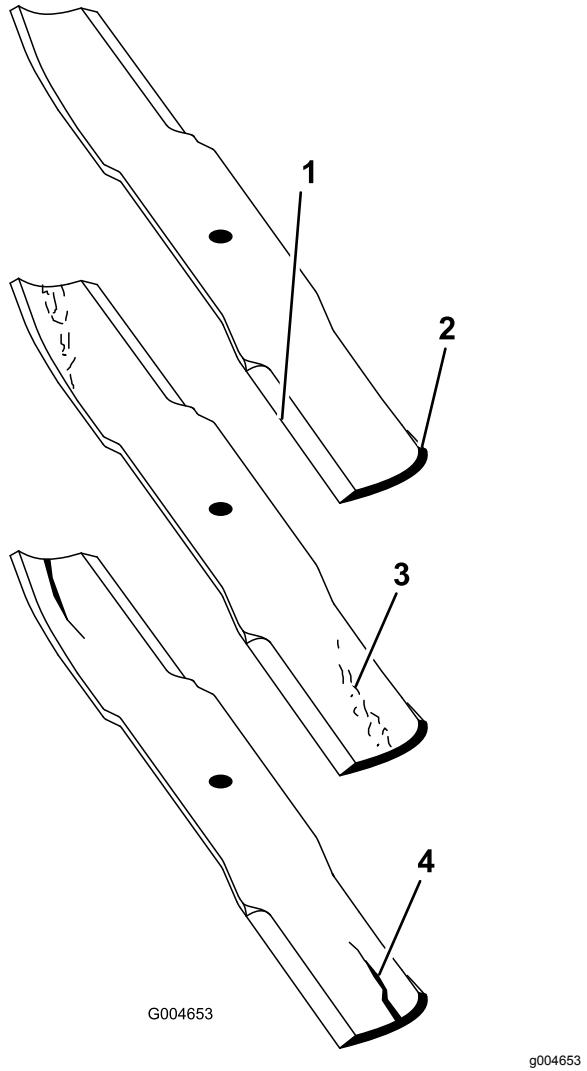

Figure 130
2. Examinez attentivement les tranchants de la lame, particulièrement au point de rencontre de la partie plane et de l'ailette (Figure 130).
**Remarque:** Le sable et les matières abrasives peuvent éroder le métal à cet endroit, c'est pourquoi il est important de contrôler l'état de la lame avant d'utiliser la tondeuse. Remplacez la lame si elle semble usée (Figure 130).